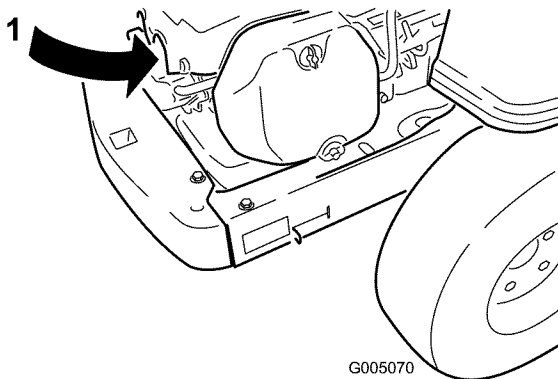

Figura 26
- Retire el cable de bujía (Figura 26). Limpie alrededor de la bujía para evitar que entre suciedad en el motor y pueda causar daños.
- Conecte el cable a la bujía (Figura 26).